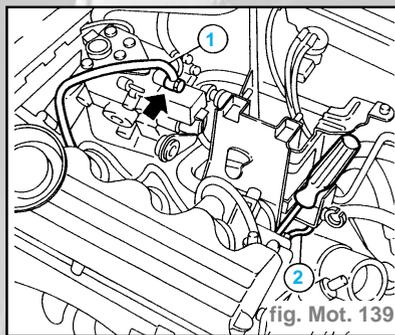

fig. Mot. 139
- Dévisser les trois écrous (2) et éloigner le séparateur des vapeurs d'huile (3) de l'étrier de fixation.
- Débrancher le tuyau (1) de récupération de carburant de la pompe d'injection, ensuite dévisser l'écrou de fixation et déposer le câble (2) d'alimentation des bougies d'allumage (fig. Mot. 139).